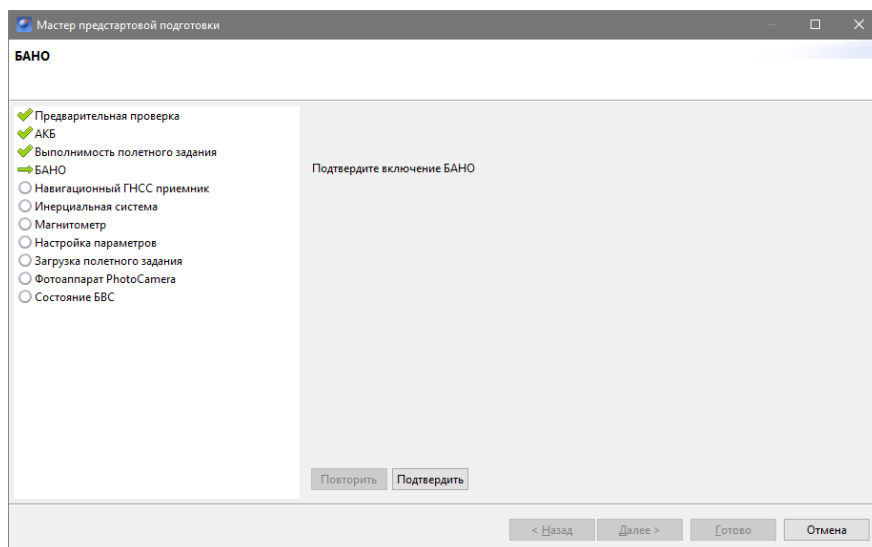

Рис. 103: БАНО
- **БАНО (при наличии)** (рис. 103);